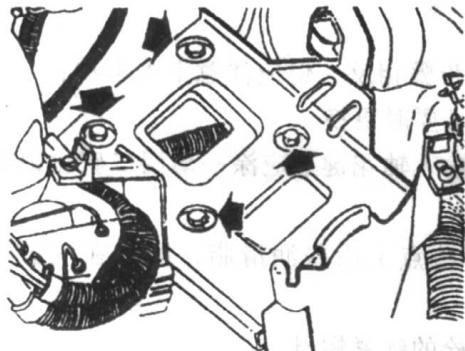
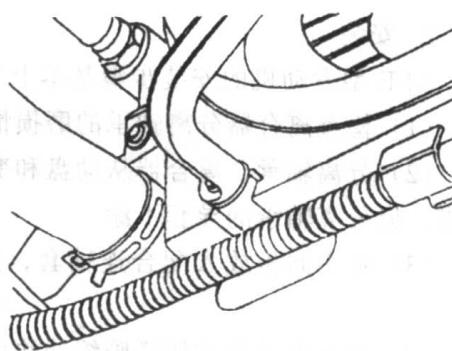

图 1-8 蓄电池支架的拆卸
图 1-9 拔下散热器的下水管
- (1) 在点火开关切断的情况下拆下蓄电池搭铁线。
- (2) 拆下蓄电池，注意先向外拉出后再取下。
- (3) 旋松蓄电池支架紧固螺栓，拆下蓄电池支架，如图 1-8 所示。
- (4) 在发动机下放置一个收集盘。
- (5) 旋开冷却液储液罐盖。
- (6) 如图 1-9 所示，松开散热器下水管夹箍，拔下散热器的下水管，放出冷却液。所抽取的冷却液必须用干净的容器予以收集，用于处理或再使用。